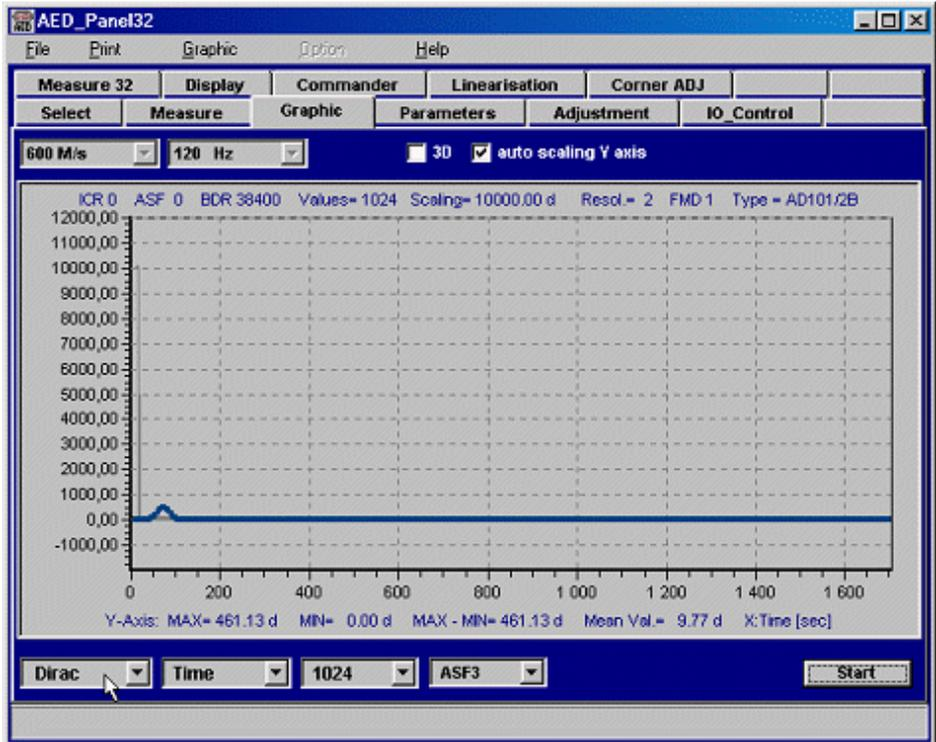

Abb. 5.9 Dirac-Stoß und Stoßantwort des ,post'-Filters (ASF3, FMD1)
- Nun wird das gewünschte ,post'-Filter ausgewählt und man erhält die Anzeige des Eingangssignals (grau) und des gefilterten Signals (blau/rot = Stoßantwort des Filters) in Abb. 5.9.